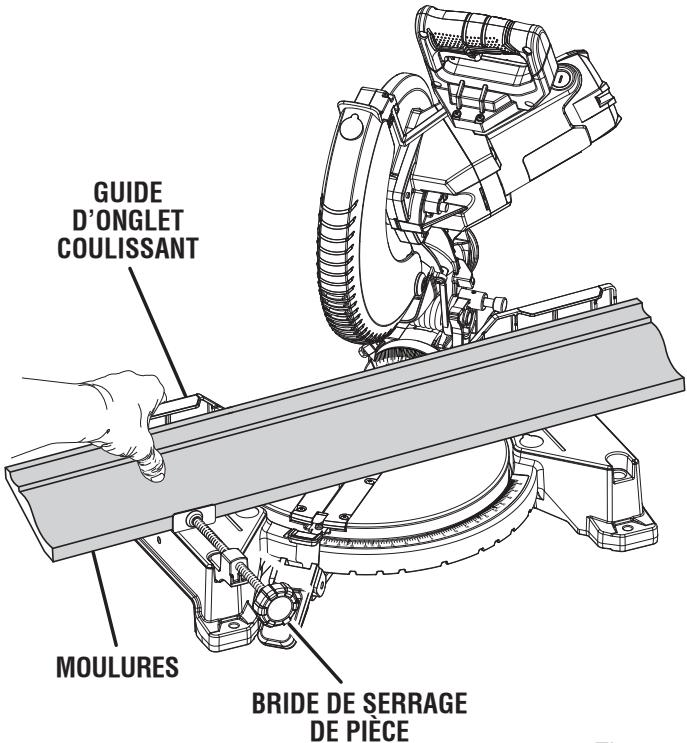

Fig. 37
- Emboîter et immobiliser la moulure couronnée contre l'arrière du guide d'onglet coulissant, voir les figures 37 et 38.
- Maintenir la pièce à couper avec une main placée à l'extérieur du guide d'onglet coulissant, voir la figure 37.